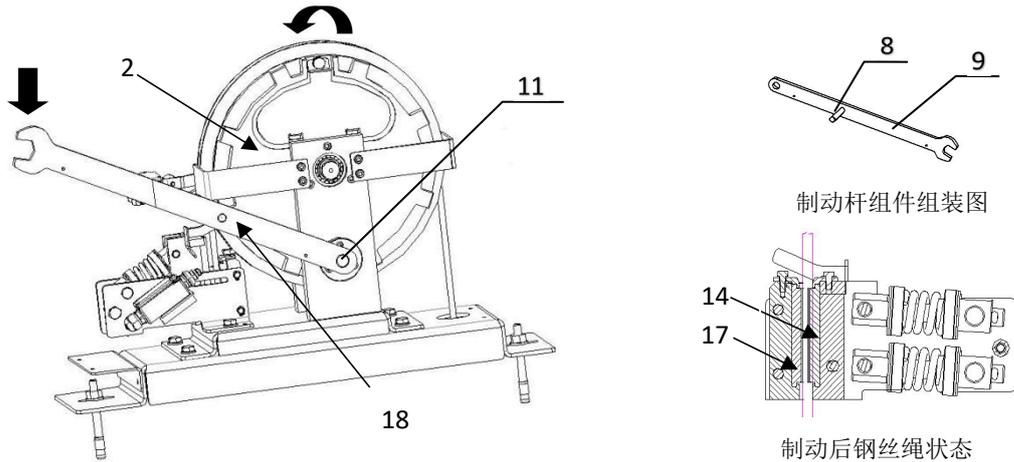

图3 限速器联动测试
- 3.2.3.3 必须检查限速器夹绳块-动块(序号14)与夹绳块-定块(序号17)(如图3)中间位置是否有异物, 如有异物必须取出。
- 3.3.1.2 如图3所示, 取下防护罩外侧随机提供的制动轴(序号8)、复位扳手(序号9)并组装成制动杆组件(序号18), 将制动杆有孔一端套入限速器侧板预先装配的支撑轴(序号11)上, 并形成支点。制动杆组件上的制动轴应贴合在夹绳块-动块上端面, 手动触发时需施加 $>200\text{N}$ 以上的力。
- 3.3.1.3 当限速器以检修速度运行时, 按图3箭头方向下压, 使(序号18)按箭头方向运动, 从而使夹绳块-动块(序号14)与夹绳块-定块(序号17)夹紧钢丝绳(状态参见图3右下), 触动安全钳工作, 将轿厢制停在导轨上。